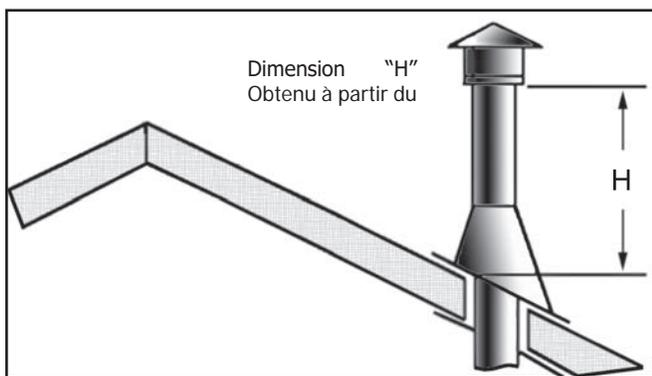

Figure 31: hauteur de terminaison verticale ; Tableau 55
8. Continuez à ajouter des sections de tuyau jusqu'à ce que la hauteur du capuchon d'évent réponde aux exigences minimales du code. Reportez-vous à la Figure 31 et Tableau 5. Notez que pour les pentes de toit raides, la hauteur de l'évent doit être augmentée. Dans des conditions de vent fort, les arbres à proximité, les lignes de toit adjacentes, les toits à forte pente et d'autres facteurs similaires peuvent entraîner un mauvais tirage ou un tirage vers le bas. Dans ces cas, l'augmentation de la hauteur de l'évent peut résoudre le problème.
Tableau 5: 'H' minimal pour la Figure 31.